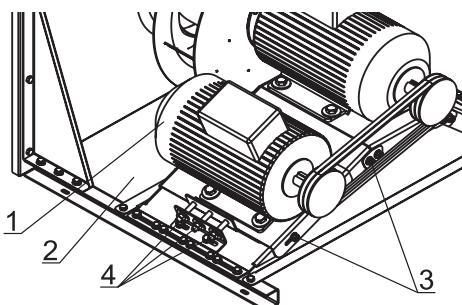

Рисунок 46. Натяжение ремня вентилятора
Натяжение ремней (рис. 46) регулируется перемещением электродвигателя (1) вдоль площадки (2). Для этого нужно: ослабить затяжку болтовых креплений (3) электродвигателя к площадке (2) и стопорные гайки натяжных болтов (4); переместить его закручиванием гайки натяжных болтов (4), добиться выравнивания ведомого и ведущего шкивов (см. «Выверка валов вентилятора и электродвигателя»); затянуть болтовое соединение (3). После выполнения всех операций затянуть стопорные гайки натяжных болтов (4).
Шкивы устанавливаются на вал через коническую втулку, которая посажена в соединяющуюся конусную расточку в шкиве. Чтобы установить, вставьте втулку в шкив. Совместите отверстия (не резьбовые) и надвиньте весь узел на вал. Установите винты. Центрируйте шкивы и затяните винты. При этом размер (A) см.рис.46, от торца втулки до торца вала должен быть не менее 5 мм.